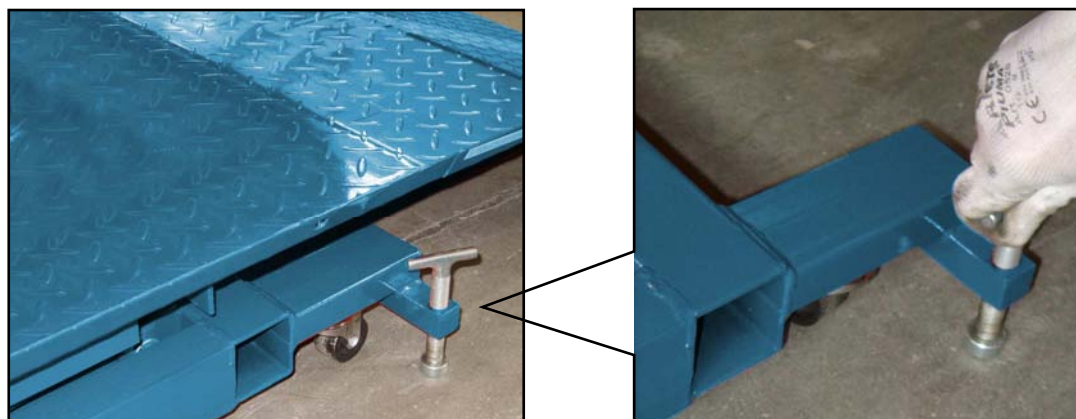

Figura 10 – Posizionamento dei piedini.
2. Avvitare i piedini regolabili, presenti nella parte posteriore della macchina, fino a far staccare entrambe le ruote pivotanti dal suolo. Ciò, per bloccare la piattaforma al suolo ed evitare movimenti intempestivi (figura 10).